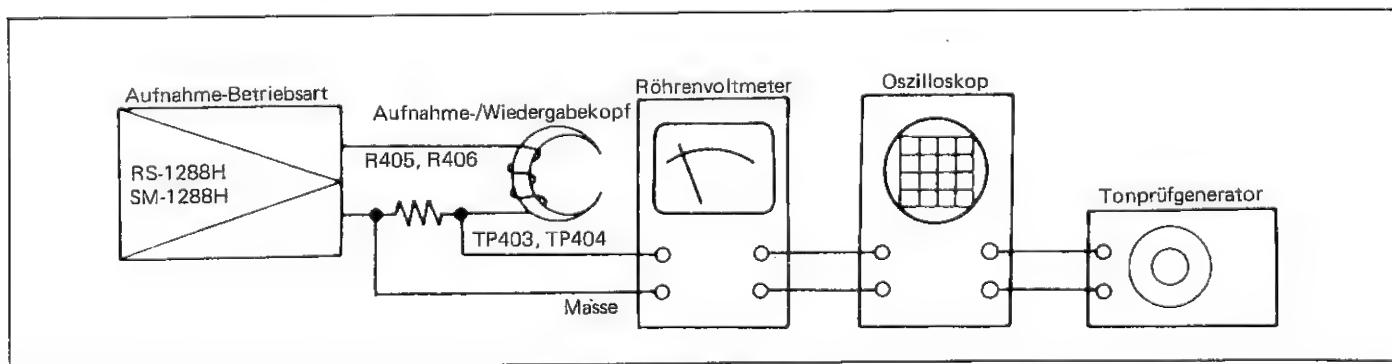

Abbildung 33-2
■ EINSTELLUNG DES AUFNAHMEVERSTÄRKER-VORMAGNETISIERUNGOSZILLATORS (Siehe Abbildung 33-2.)